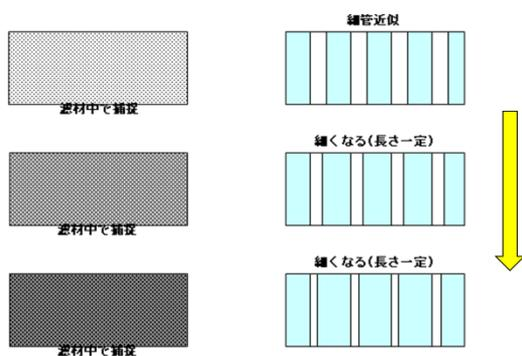

図2 標準閉塞濾過のモデルイメージ
- ② 標準閉塞濾過：毛細管径が細くなる(長さは一定) <図2>